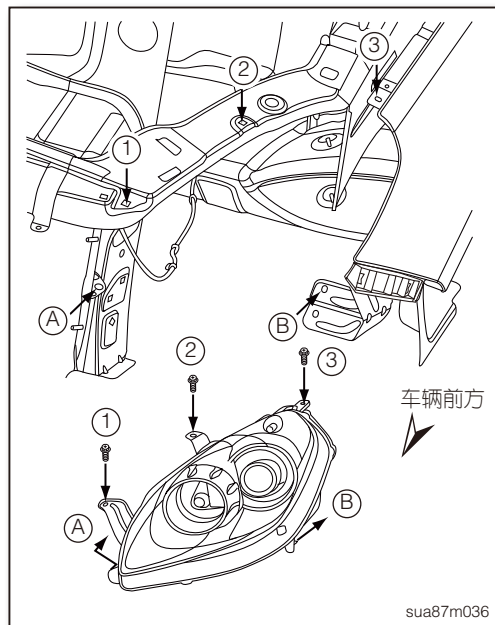

图 7
2. 拆下头灯总成固定螺丝 ① ~ ③ (如图 7)。
3. 拆开头灯总成卡角 A、B (如图 7)。